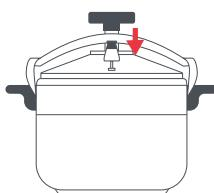

Fig. 10
- Coloque a válvula rotativa (22) sobre o ponto de exaustão (23) (Fig. 10).
- Aumente a intensidade da fonte de calor para a potência máxima. Se usar um fogão a gás, ajuste a chama com o objetivo de evitar que a chama se propague para além da base da panela. Dessa forma, economiza energia e evita a deterioração das asas laterais (9) e da junta de silicone (8).